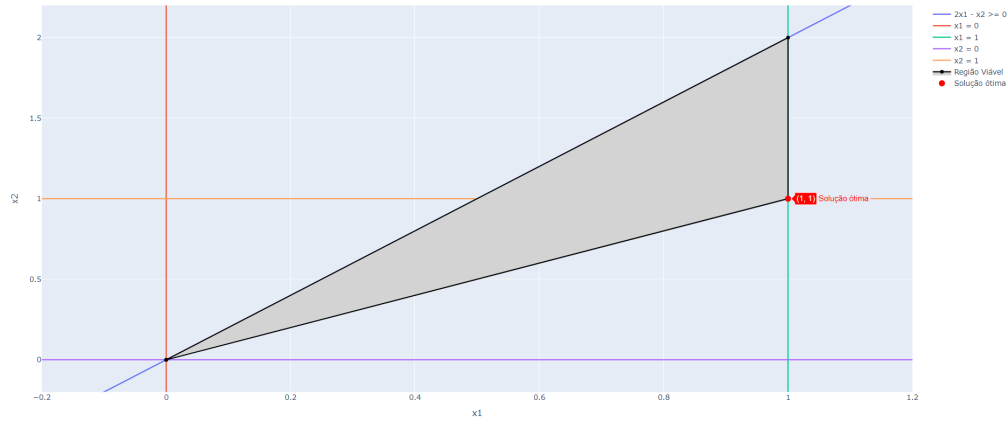

Figura 5: Plot 2D do 3º Problema
### 4.5.1 Análise do Gráfico 2D (Figura 5)
A Figura 5 apresenta uma seção transversal da região factível em duas dimensões, fixando  $x_3 = 0$ .
**Região Factível:** A área sombreada em cinza claro na Figura 5 representa a região factível do problema nesse plano, ou seja, o conjunto de todos os pontos  $(x_1, x_2)$  que satisfazem simultaneamente todas as restrições quando  $x_3 = 0$ .
A seção transversal da região factível, da figura 5, com  $x_3 = 0$ . A região factível, observada pela cor cinza claro, é delimitada pelas restrições lineares, com a solução ótima projetada neste plano destacada em vermelho.